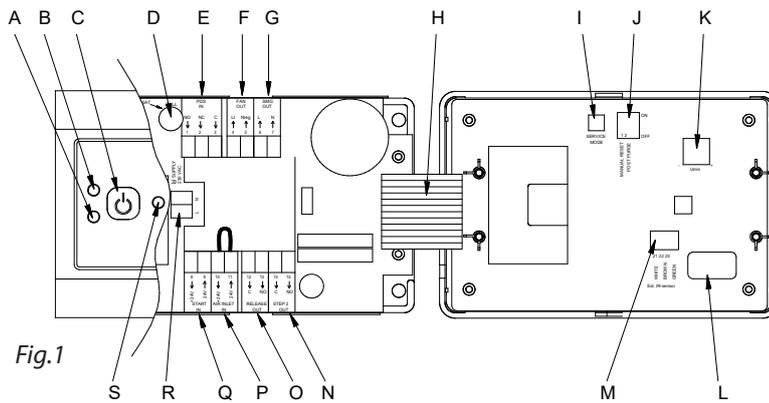

Fig.1
EFC21 (fig. 1) sont des contrôles pour poêles à gaz destinés à être utilisés conjointement à l'installation des aspire fumée **exodraft**.
L'aspire fumée démarre à plein régime quand le EFC21 est activé. Si le système de surveillance branché affiche un tirage de cheminée suffisant, le poêle à gaz est débloqué et la vitesse de l'aspire fumée est réduite à la valeur préfixée (fig. 1 pos. K).
Il est cependant possible de programmer 3 min de fonctionnement prolongé grâce au micro interrupteur (fig. 1-J).
Vérifier les réglages d'usine des micro interrupteurs (Fig. 1-J) avant de procéder à la mise au point.
- Appuyer sur le bouton MARCHE/ARRÊT (Fig. 1-C).
- Appuyer sur le bouton entretien (Fig. 1-I) sur le dos du couvercle. Le voyant Alarme (Fig. 1-A) clignote ROUGE et le voyant Fonction (Fig. 1-B) clignote selon la position du pressostat (voir tableau ci-dessous).